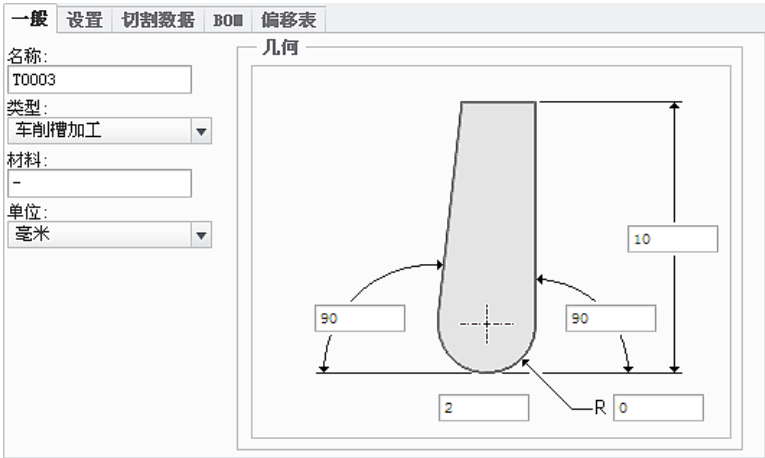

图 10.3.22 “刀具设定”对话框
Step3. 在弹出的“刀具设定”对话框中单击按钮，然后在选项卡中设置图 10.3.22 所示的刀具参数，设置完毕后依次单击和按钮，返回到“槽车削”操控板。